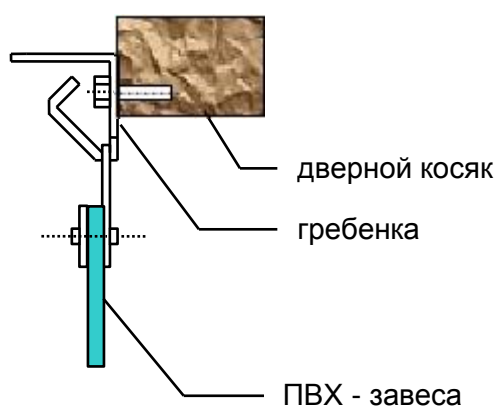
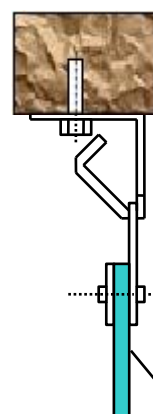

рис. 1
рис. 2
1.2 Гребенка крепится с помощью саморезов $\varnothing 5\ldots 6$ мм (металлический или деревянный дверной косяк) или дюбелей (бетонный дверной косяк) согласно рис. 1, сбоку или снизу(рис.2) исходя из условий эксплуатации и удобства монтажа.